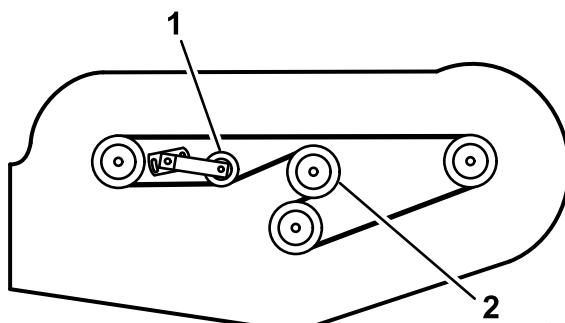

Bild 29
5. Verlegen Sie den neuen Riemen um die Riemscheibe des Getriebes, die Spindelriemscheiben, die starre Riemscheibe und die verstellbare Riemscheibe (Bild 29).